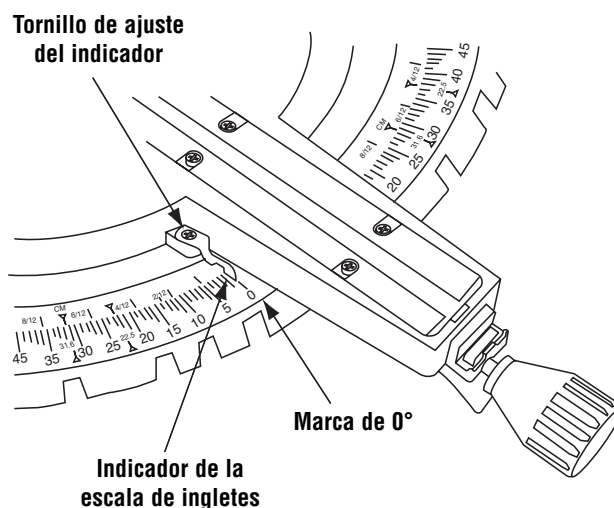

Figura 12. Ajuste de la escala de ingletes
3. Afloje el tornillo Phillips que sujeta el indicador en su sitio (Figura 12).